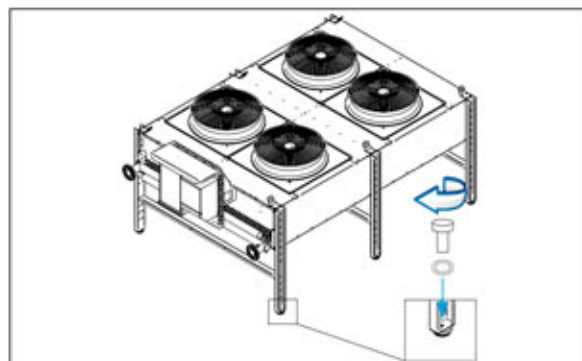

FIG.33
- Fixer l'accessoire A à l'emplacement prévu - Anti vibrations à l'aide des vis et rondelles fournies (FIG. 33).